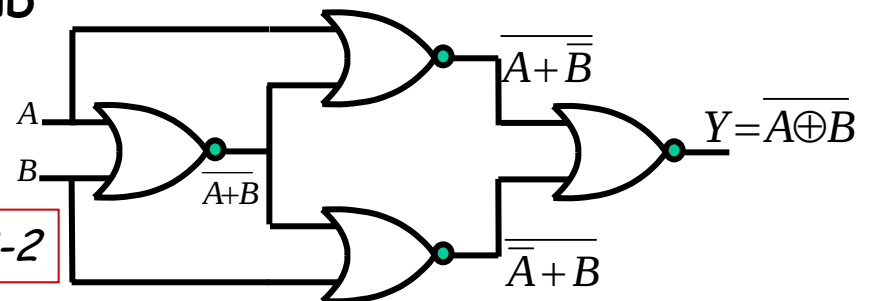

Fig. D-2-2
2. usare un I.C. 7402 (quadrupla NOR a due ingressi) per realizzare lo schema (fig. D-2-2) e ricavarne la tavola della verità;
- la porta di uscita (NOR nella fig.D-2-2) è falsa quando o l'uno o l' altro dei due ingressi sono veri -> i due ingressi devono rappresentare $A > B$ e $A < B$: